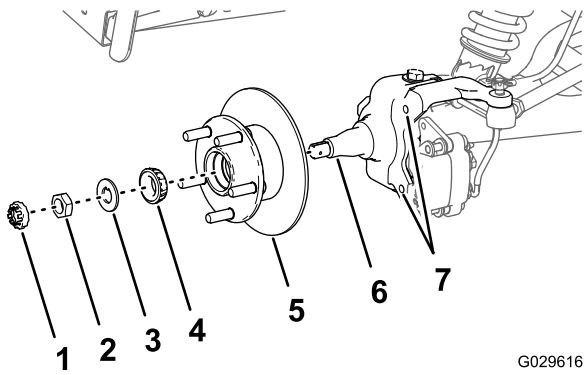

Figura 35
1. Aplique una ligera capa de grasa del tipo especificado en el eje (Figura 35).
2. Monte el cubo y el rotor en el eje con el rotor hacia dentro (Figura 35).
3. Monte el cojinete exterior en el eje y acople el cojinete al anillo de rodadura exterior (Figura 35).
4. Monte la arandela con pestaña en el eje (Figura 35).
5. Enrosque la tuerca en el eje, y apriete la tuerca mientras gira el cubo (Figura 35).
2. Alinee las pastillas de freno en cada lado del rotor (Figura 31) y los taladros del soporte de la pinza con los taladros de montaje del freno de la mangueta (Figura 35).